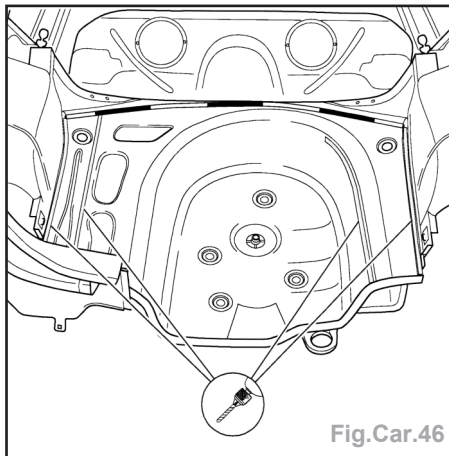

Fig.Car.46
- Dégraffer le soudage d'origine des longerons et du renforcement côté G (Fig.Car.46).